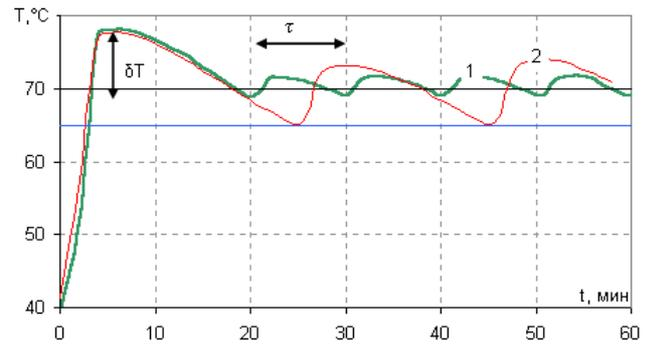

Рис.1
На рис.1 приведен типичный пример применения позиционного метода регулирования с температурой уставки $SP = 70^\circ\text{C}$. Гистерезис K_H был выбран равным 1°C (кривая 1) и 5°C (кривая 2).
Параметр K_p разумно выбирать близко к размаху δT колебаний температуры в позиционном методе регулирования. На рис.1 этот размах $\delta T = 9^\circ\text{C}$.
Меру влияния интегральной составляющей определяет параметр K_i . Из формулы (1) видно, что его размерность – секунды. Он, по сути, определяет период колебаний температуры объекта в установившемся режиме позиционного регулирования. Поэтому в первом приближении значение параметра K_i разумно выбирать близко к величине периода колебаний температуры около уставки в позиционном законе регулирования. На рис.1 этот период $\tau = 10$ мин или 600 сек, что позволяет выбрать для K_i значение 600 с.
Вклад дифференциальной составляющей определяет параметр K_d . Параметр K_d также измеряется в секундах и способствует уменьшению подаваемой мощности, когда температура объекта слишком быстро растет и, наоборот, мощность увеличивается, когда температура объекта быстро уменьшается. Т.е. параметр K_d способствует сглаживанию резких колебаний температуры около уставки. В качестве первого приближения для параметра K_d можно рекомендовать значение равное 0.2τ , где τ - период колебаний температуры в позиционном законе. В нашем случае (рис.1) разумно выбрать для K_d значение 120 с.